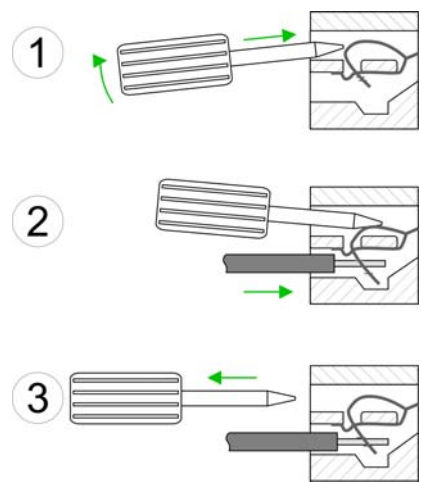

Abb. 7-3: Verdrahten
- 1 | Stecken Sie den Schraubendreher leicht schräg in die rechteckige Öffnung (siehe Abb. 7-3: "Verdrahten" 1).
- 2 | Drücken und halten Sie den Schraubendreher entgegengesetzt zur runden Öffnung. Die Kontaktfeder ist geöffnet (siehe Abb. 7-3: "Verdrahten" 2).
- 3 | Führen Sie den abisolierten Draht durch die runde Öffnung (siehe Abb. 7-3: "Verdrahten" 2).
- 4 | Entfernen Sie den Schraubendreher (siehe Abb. 7-3: "Verdrahten" 3).